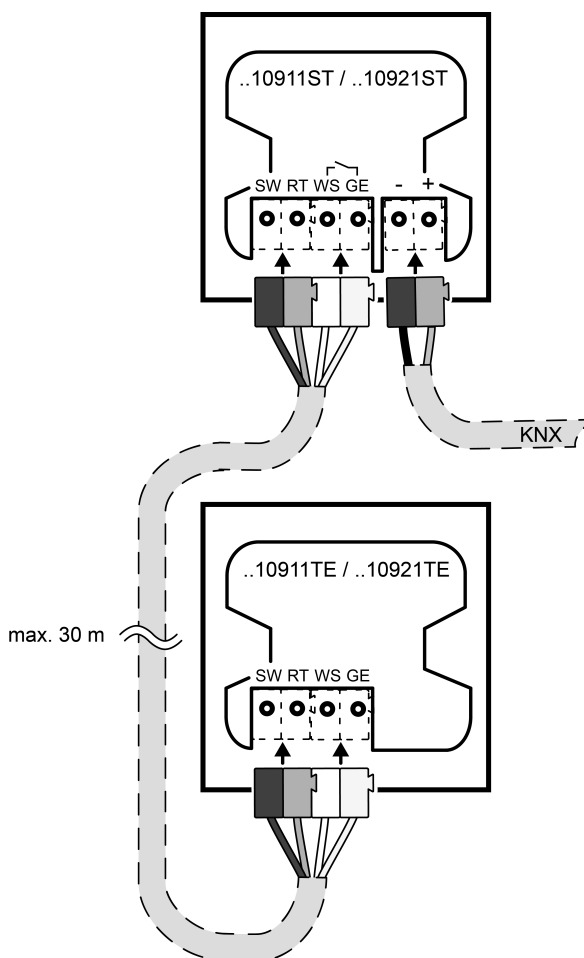

Figure 4: Raccorder le bouton-poussoir d'extension
- En option : raccorder le (voir accessoires) à la borne d'interconnexion (Figure 4).
Raccorder le (Figure 4)